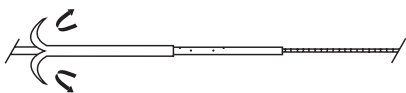

Fig. 3
c) Après l'avancement initial du cathéter sur le guide, tirer le redresseur vers l'arrière et le peler pour assurer l'avancement du cathéter. (Fig. 3)